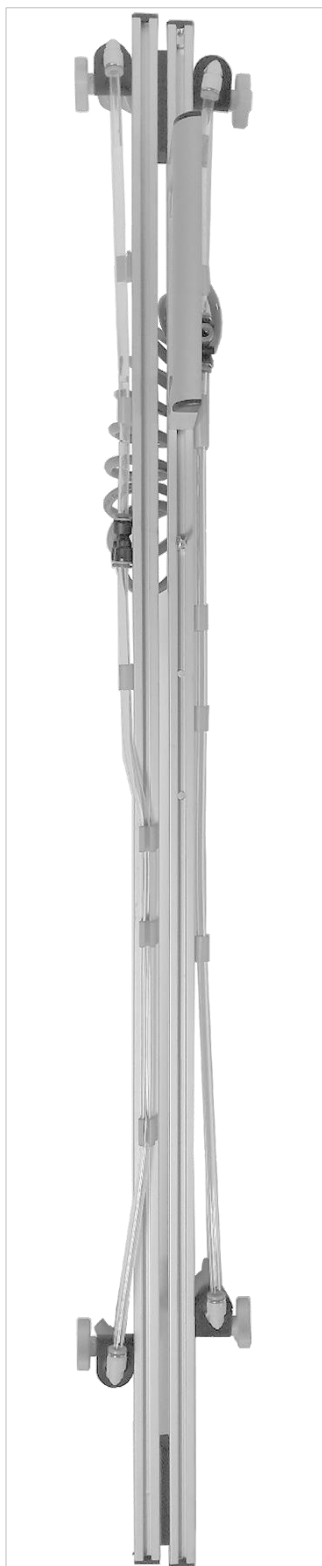

Рис.4
- в собранном состоянии, Рис.4;